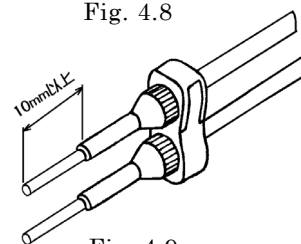

Fig. 4.9
- ・光ファイバをファイバアタッチメント先端部から10 mm以上出し、ファイバアタッチメント先端部を締付けてください。[Fig.4.9]